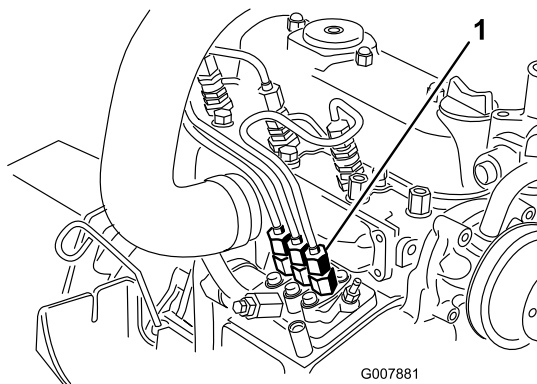

Figura 41
1. Coloque um tapete por baixo da tubagem que sai da bomba de injeção para o bico injetor n.º 1 conforme ilustrado em Figura 41.